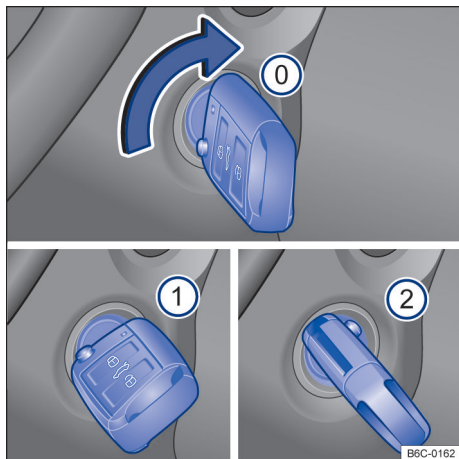

Fig. 91 Ao lado do volante, à direita: posições da chave do veículo no cilindro da ignição.
Posições da chave do veículo → Fig. 91
- ① Ignição desligada. A chave do veículo pode ser retirada.
- ② Ignição ligada.
- ③ Pisar no pedal do freio e ligar o motor. Quando o motor pegar, soltar a chave da ignição. Ao soltar, a chave do veículo retorna à posição → Fig. 91 ①.
- *Veículos com cilindro da ignição:* girar a chave do veículo na posição → Fig. 91 . A ignição está ligada. Nesse instante a luz de controle do sistema de partida aquecida irá se acender no instrumento combinado. Aguardar que a luz de controle se apague indicando o término do aquecimento do combustível (esta ação poderá ser necessária em condições de partida com o motor frio).
- *Veículos com cilindro da ignição*: girar a chave do veículo no cilindro da ignição para a posição → Fig. 91 ② – não acelerar. Quando o motor começar a funcionar, soltar a chave do veículo no cilindro da ignição.
- *Veículos com cilindro da ignição*: girar a chave do veículo no cilindro da ignição na posição → Fig. 91 ①.